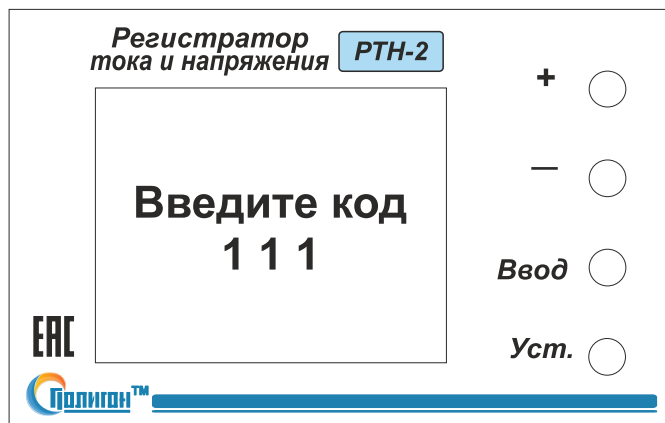

Рис.5
4.2.1. Для входа в режим программирования нажмите и удерживайте 3-5 сек кнопку «Уст.», при этом на дисплее высветится «Введите код» и его значение (по умолчанию 111) (Рис.5).